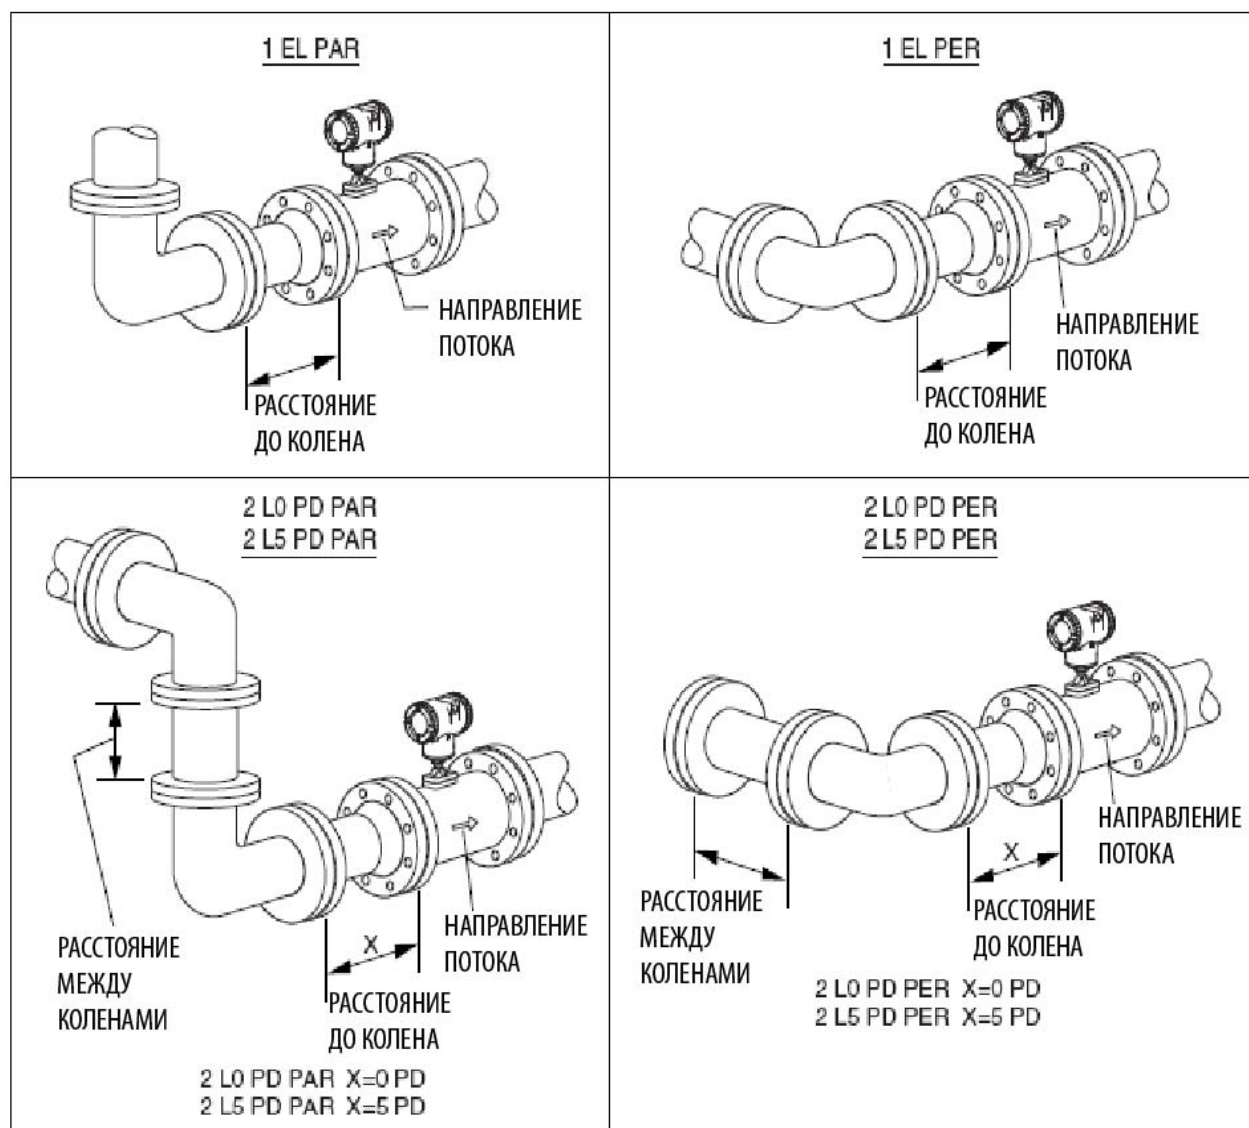

Рис. 30. Конфигурации трубопроводов
- ◆ В **4 Config**, выберите из списка выбора конфигурацию трубопровода, расположенного вверх по потоку (см. рис.30):